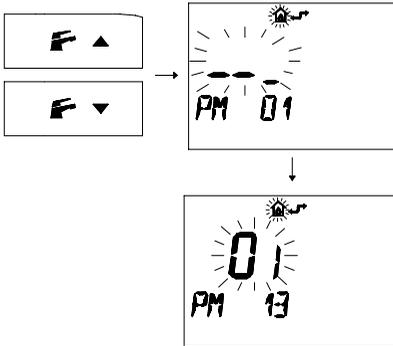

fig. 5.33
- 3 Premere i pulsanti o per visualizzare la programmazione "PM 13" *modo pompa* (fig. 5.33)